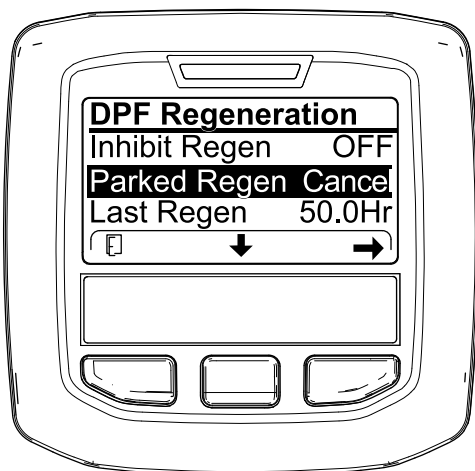
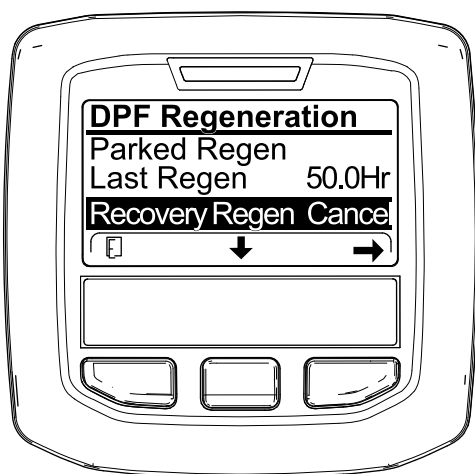

Рисунок 70
Рисунок 71
1. Перейдите к меню регенерации DPF (Рисунок 70).
2. Нажмите среднюю кнопку, чтобы перейти вниз к опции PARKED REGEN CANCEL (ОТМЕНА СТАЦИОНАРНОЙ РЕГЕНЕРАЦИИ) (Рисунок 70) или к опции RECOVERY REGEN CANCEL (ОТМЕНА ВОССТАНОВИТЕЛЬНОЙ РЕГЕНЕРАЦИИ) (Рисунок 71).
3. Нажмите правую кнопку для выбора опции Regen Cancel (Отмена регенерации) (Рисунок 70 или Рисунок 71).